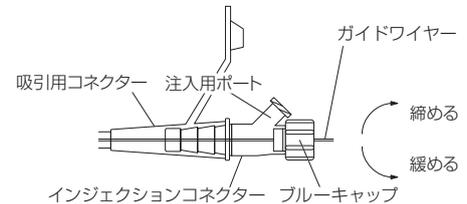

図6
6. ブルーキャップを緩め（反時計方向）、ガイドワイヤーをキャップ後端の穴から挿入し、本品の先端付近まで進めておく（図6）。